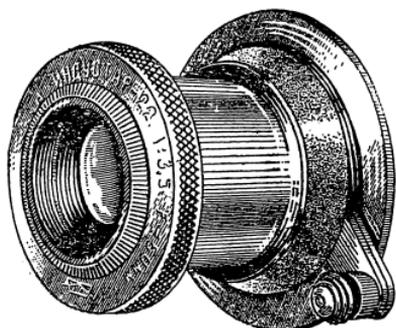

Рис. 112. Объектив «Индустар-22».
**Объектив «Индустар-22».** Объектив «Индустар-22» (рис. 112) представляет собой четырехлинзовый полусклеенный анастигмат. Оптика объектива просветлена.